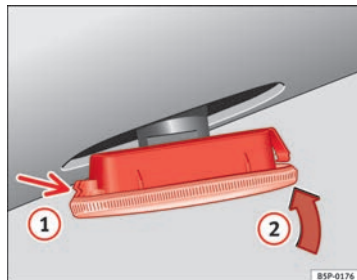

Abb. 194 Seitlicher Blinker
⇒ Abb. 194, Pfeil ①.
- Die Lampe in Pfeilrichtung ② ⇒ Abb. 194 einsetzen.